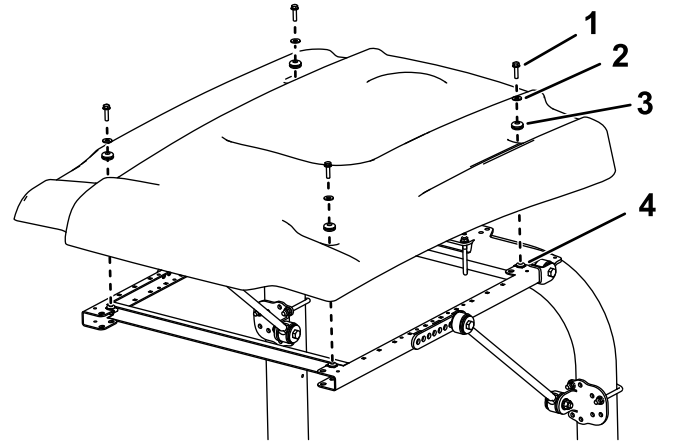

Bild 6
- Positionieren Sie das Sonnendach beim Ausfluchten der Befestigungslöcher am Rahmen wie in Bild 6 abgebildet.
- Befestigen Sie jede Ecke des Sonnendachs mit einer Bundkopfschraube (5/16" x 1"), einer kleinen Scheiben und einer Scheibe lose am Rahmen (Bild 6).